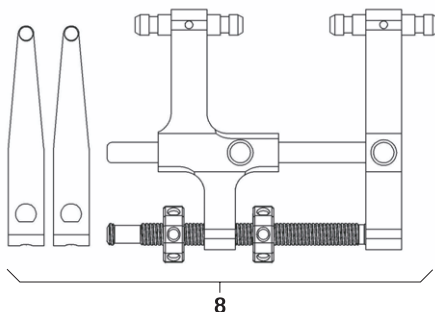

Fig. 13
- Montare il distrattore **8** con valvole da distrazione, vedere Fig. 13.